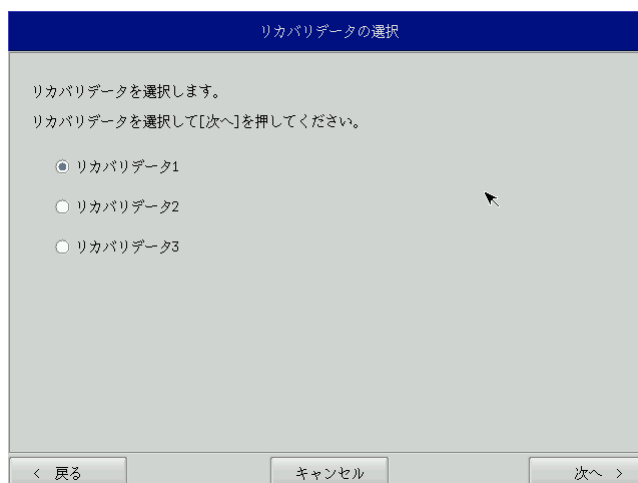

図 6-2-1. リカバリデータ選択画面
- ⑤ リカバリデータ選択画面（図 6-2-1）が表示されます。製品に合わせてリカバリデータを選択し、[次へ]ボタンを押します。表 6-2-1 に AP シリーズで選択できるリカバリデータを示します。